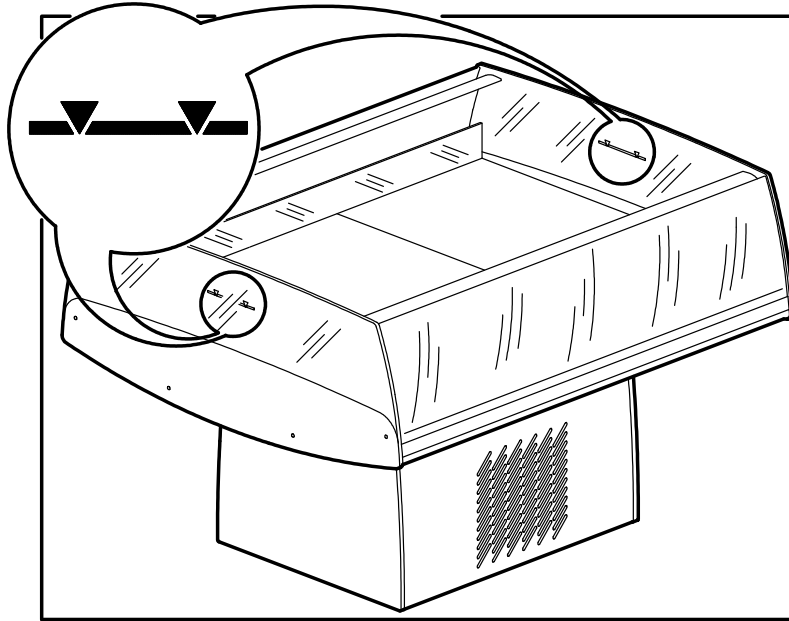

FIG. 12
- Non superare mai la linea di carico massimo riportata all'interno dell'isola (FIG. 12 pag. 4).